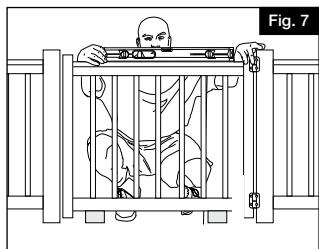

Fig. 7
- a. Coloque el portón a la altura deseada en el poste. Los travesaños horizontales del portón deben estar a la misma altura que los travesaños horizontales del barandal (Fig. 7).